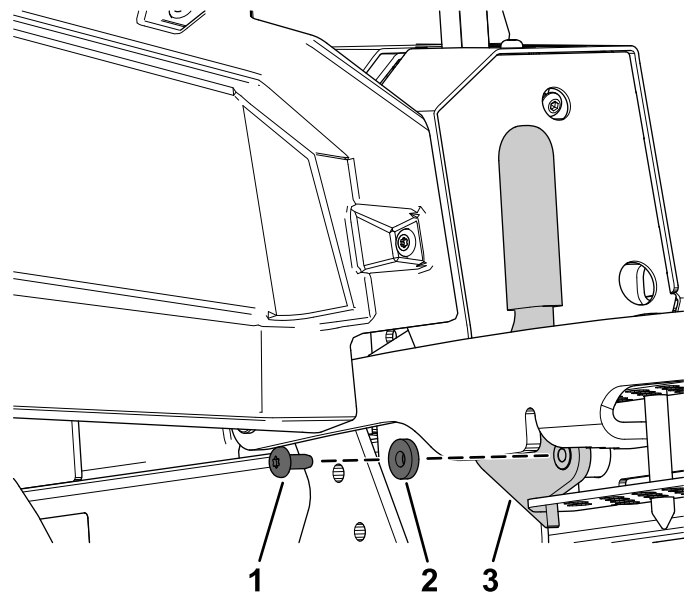

Figura 22
3. Rimuovete il bullone, la rondella e il blocco trasporto (Figura 22).